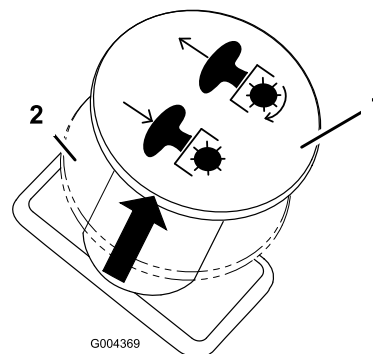

Figure 9
2. Désengagez les lames en plaçant la commande des lames en position Désengagée (Figure 9).